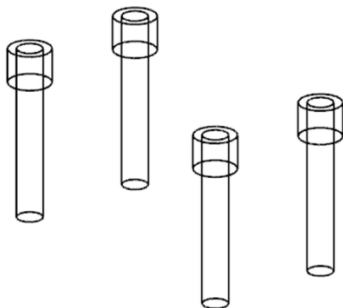

图 11-16 创建 4 个 $\phi 10 \times 5\text{mm}$ 圆柱
(32) 单击“拉伸”按钮，创建 4 个 $\phi 10 \times 5\text{mm}$ 圆柱，如图 11-16 所示。